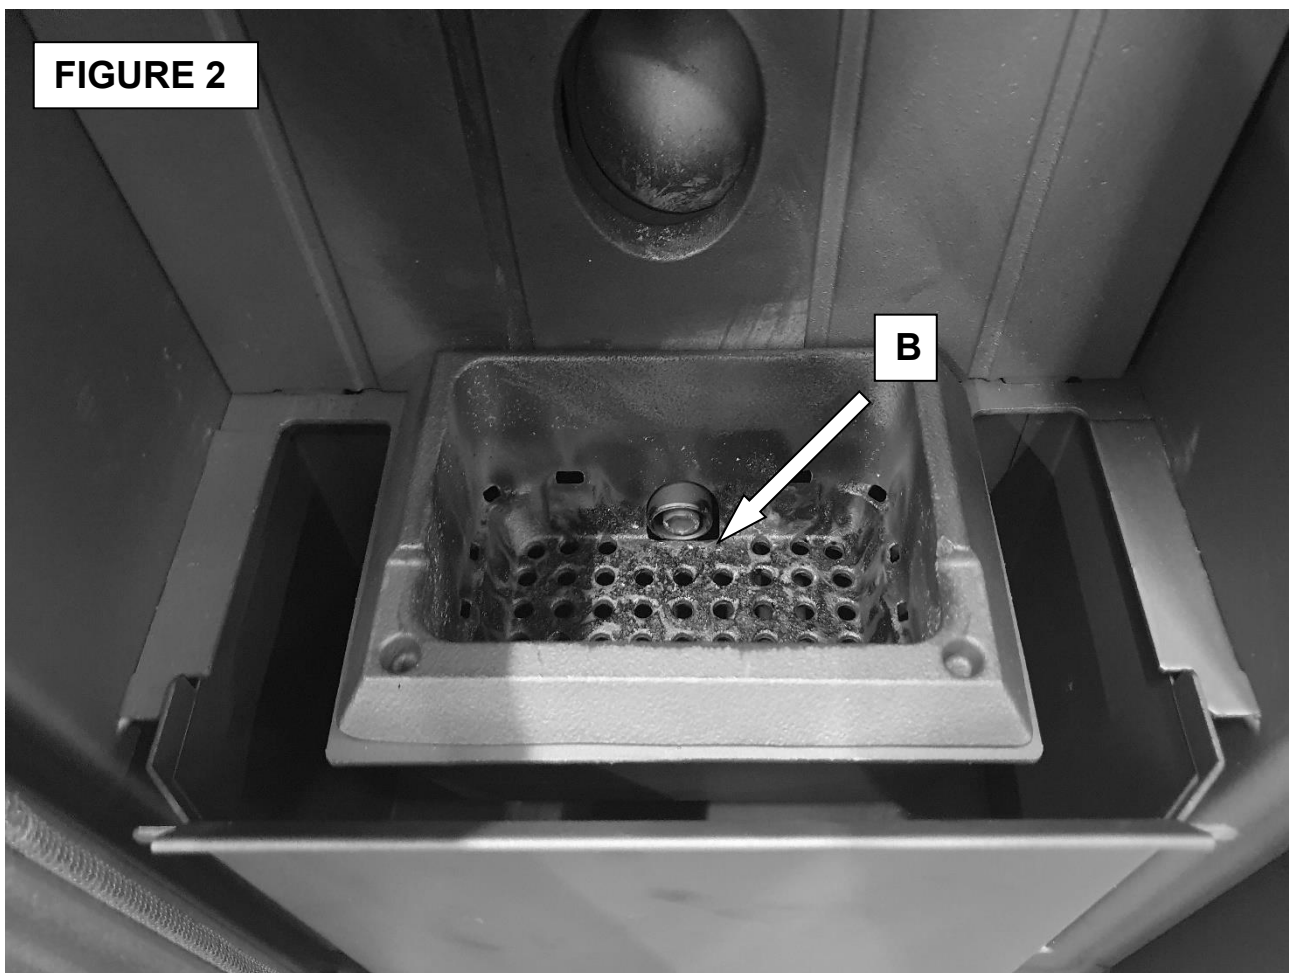

FIGURE 3
- Extraire le tiroir à cendres **C** et vider les cendres qu'il contient (Figure 3).